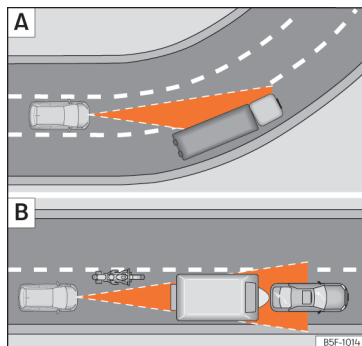

Fig. 106 [A] Veículo numa curva. [B] Motociclo que circula à frente, fora do raio de alcance do sensor de radar.
O ACC poderia não detetar em curva o veículo precedente ou poderia regular a distância com veículos que se encontram noutras faixas >>> Fig. 106 [A].
- Veículos que circulem desalinhados ou fora da zona de deteção do sensor, por exemplo, motociclos >>> Fig. 106 [B].